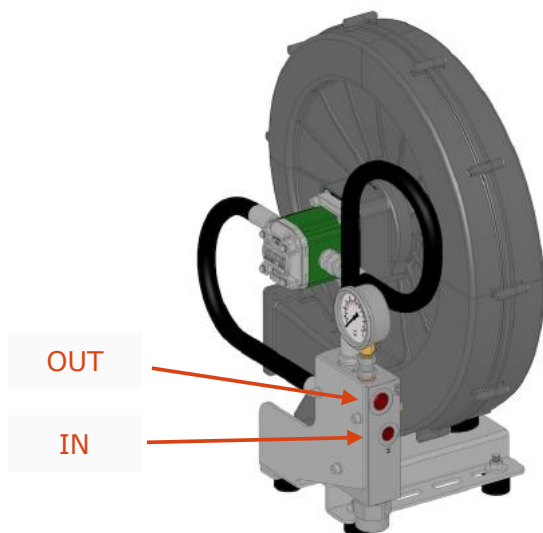

FIGURE 6
1. Raccorder la bouche de refoulement «IN» (ENTRÉE) dotée d'un filetage de 3/8" du régulateur de débit au tuyau de refoulement (FIGURE 6);
2. Raccorder la bouche de refoulement «OUT» (SORTIE) dotée d'un filetage de 1/2" du régulateur de débit au tuyau de refoulement (FIGURE 6)